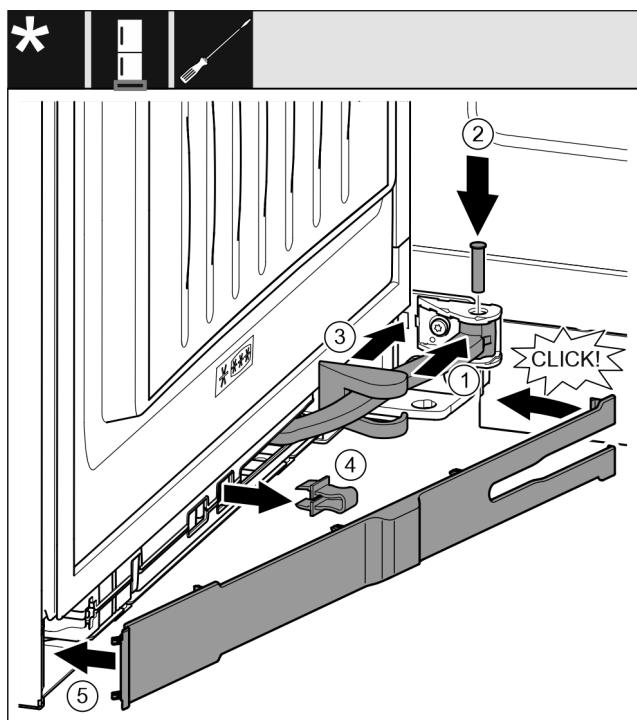

Fig. 47
- Zgibni del v vpetju zavrtite. Fig. 47 (1)
- Z izvijačem T15 vstavite sornik v vpetje in zgibni del. Pri tem pazite, da zaskočni zapah pravilno sedi v utoru. Fig. 47 (2)
- Potisnite pokrov ležajnega podstavka vzdolž zgibnega dela in ga montirajte nad vpetjem. Fig. 47 (3)
- ▶ Snemite varovalo. Fig. 47 (4)
- ▶ Namestite pokrov na strani ročaja in ga obrnite navznoter. Fig. 47 (5)